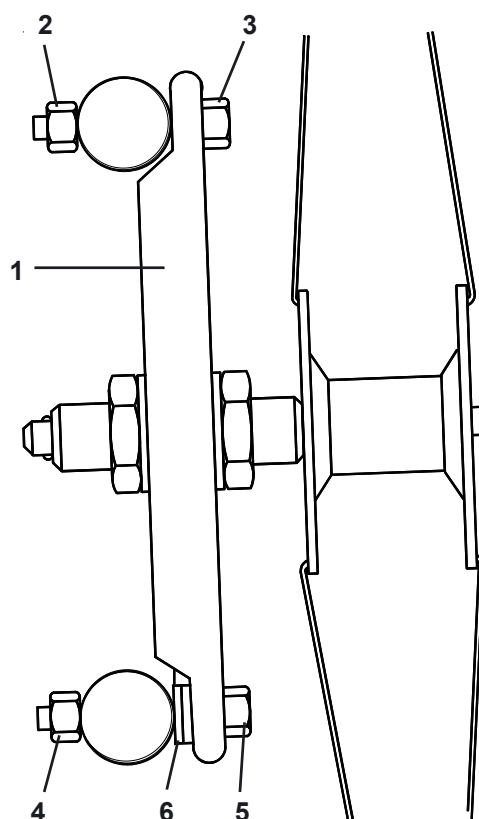

Fig. 42
Le carrossage de la roue arrière est pré-réglé à l'usine à 2° (Fig. 42), mais il peut être réglé en desserrant les écrous de retenue du haut (2) de la plaque d'axe et les vis (3) et en retirant les écrous de retenue du bas (4) et les vis (5) en s'assurant que la rondelle de carrossage (6) est maintenue.